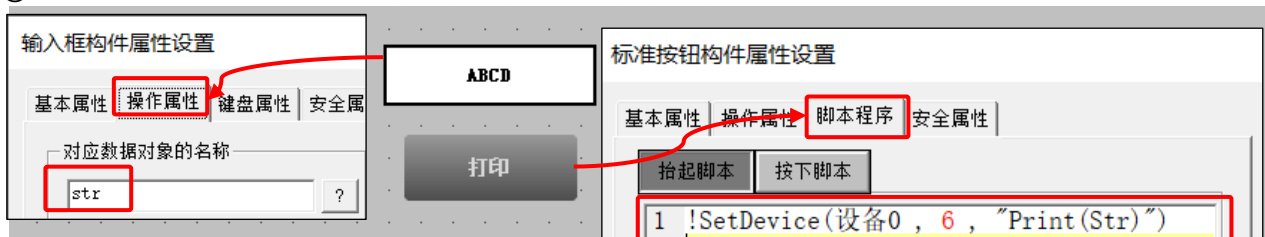

图 14.2-1 组态画面
- ① 在实时数据库中新建一个字符串数据对象【str】。
- ② 进入用户窗口 0，新建一个输入框构件，关联数据对象【str】。如图 14.2-1 所示。
- ③ 在按钮的脚本框中输入脚本【!SetDevice(设备 0, 6, "Print(Str)")】。如图 14.2-1 所示。